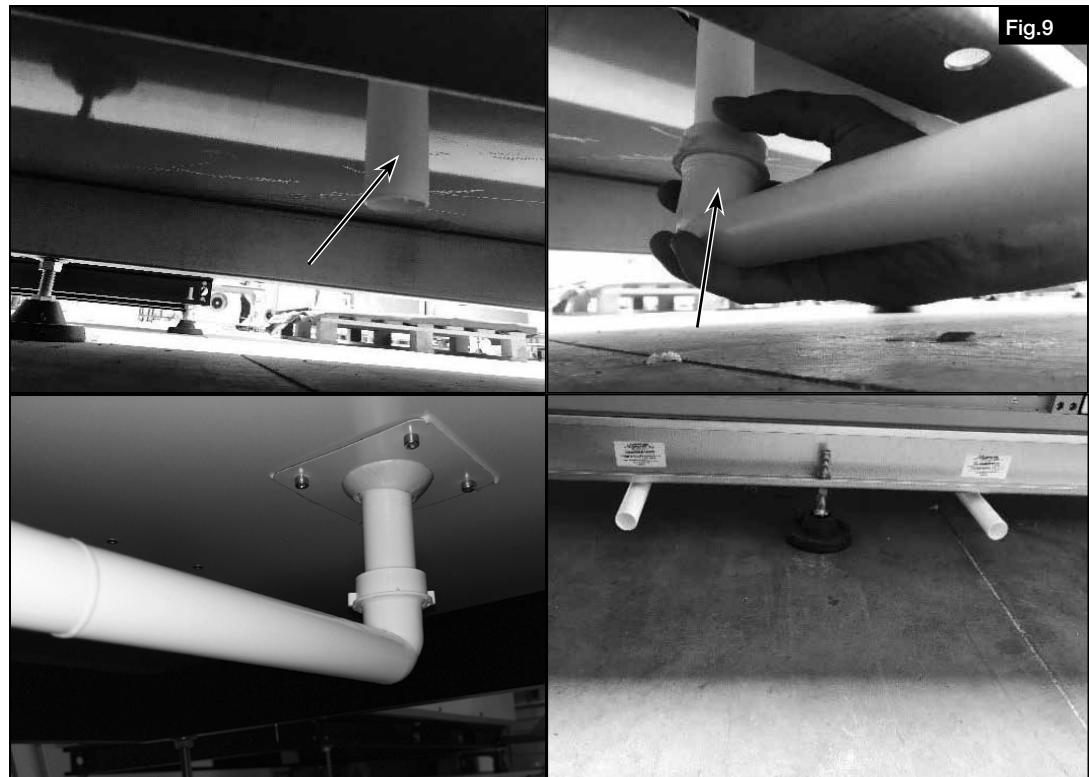

Fig.9
3. Fixer le coude du conduit sous le bac à condensat. S'assurer que la construction est étanche en faisant tourner le raccord (voir Fig.9).